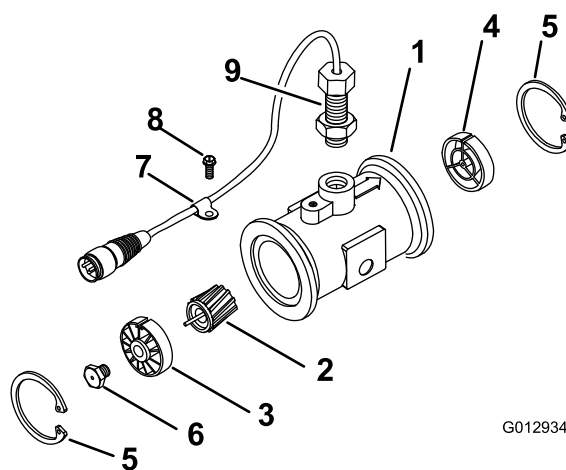

Bild 54
3. Entfernen Sie den Haltering an der vorgeschalteten Seite (Bild 54).